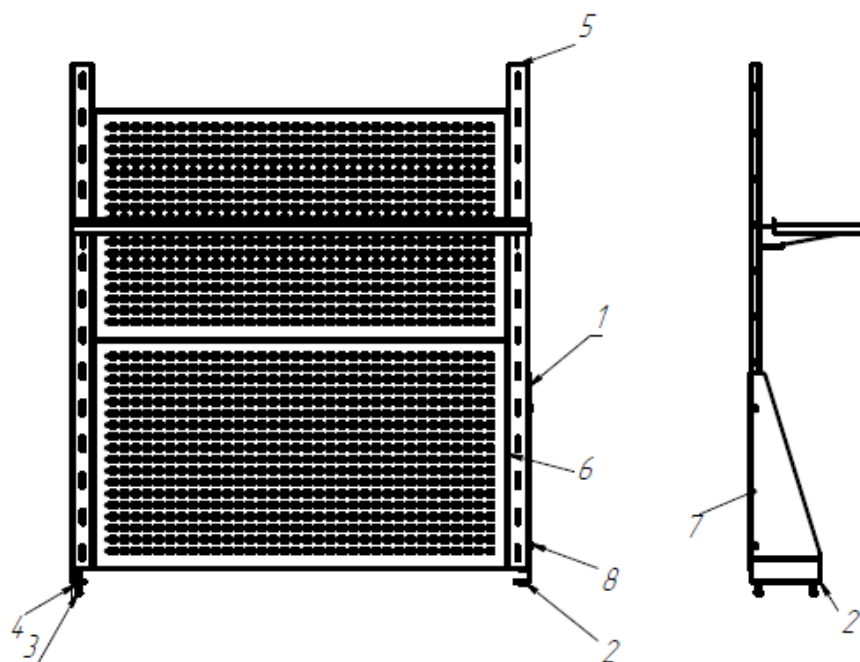

Рис. 7
Таблица 2. Обозначение дополнительных элементов на рис. 7
5.2.1.1 Экран защитный перфорированный (рис. 7) устанавливается нижним краем на столешницу. Размер экрана по длине должен соответствовать длине столешницы.
5.2.2.5 На защитный перфорированный экран (рис.7) допускается навеска дополнительных приспособлений (держатели отверток, держатели инструмента, коробки навесные и т.д.) общей нагрузкой не более 10 кг.